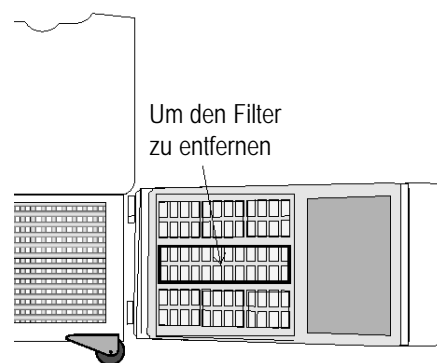

Abb. 4-1. Gitter mit Filteranordnung
2. Gitter auf den Boden legen. Siehe Abb. 4-1. Erfassen Sie die Mitte des Gitters und ziehen Sie leicht daran, um es zu entfernen.